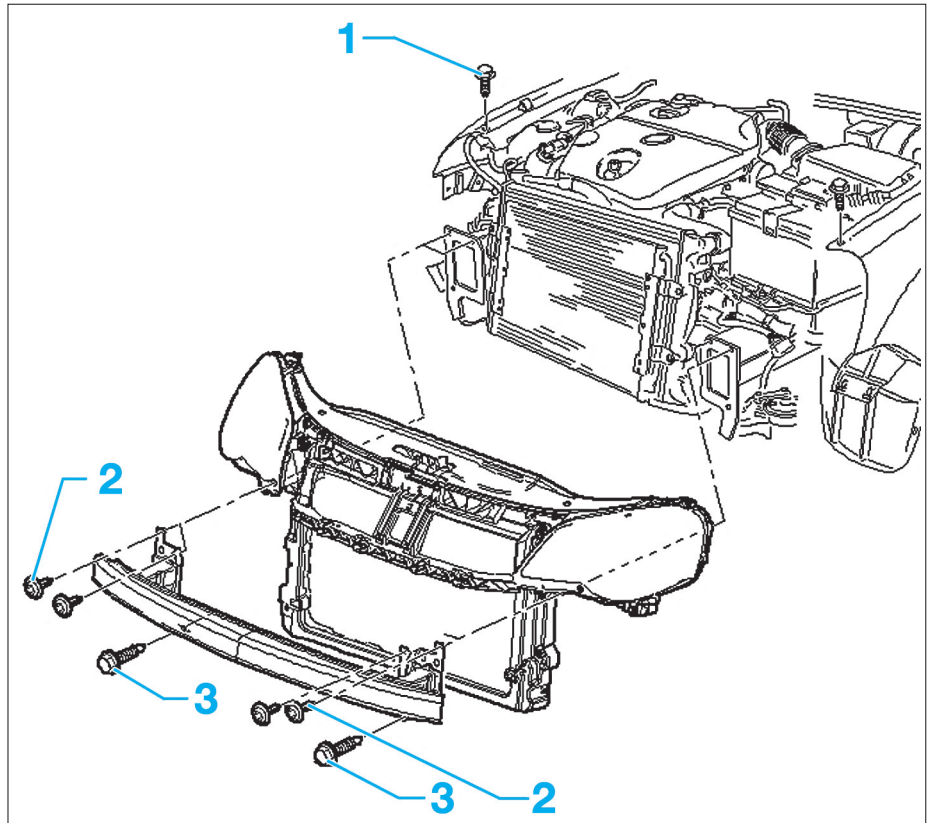

Fig. 34
- Déposer les vis (1), (2) et (3) (Fig.34).